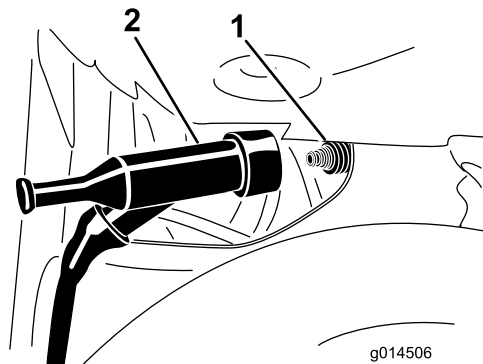

Figura 54
- Desconecte el cable de la bujía del terminal de la bujía (**Figura 54**).
4. Conecte el cable de la bujía a presión en el terminal de la bujía (Figura 54).